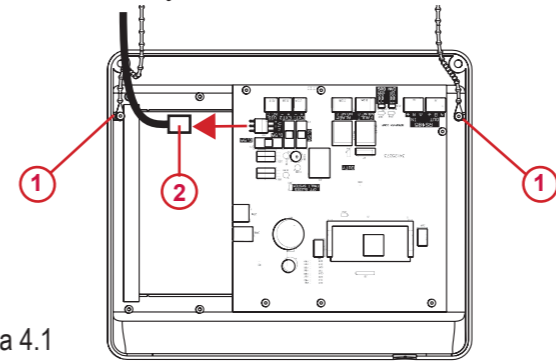

figura 4.1
Para trabajar más cómodamente, y no dañar el equipo, desmonte el marco del equipo (figura 4.1) soltando los dos tornillos (1) que unen los tensores a la parte trasera y el conector de alimentación (2).